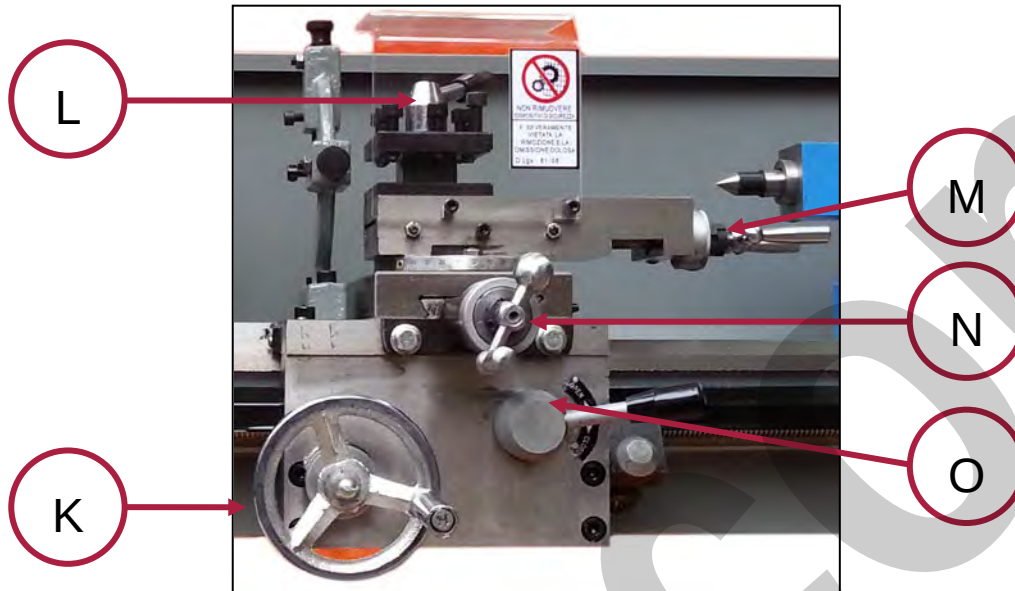

Figura 19 – Leve e volantini del carrello elevatore e della slitta porta utensile.
Sul carrello porta utensile vi sono cinque comandi manuali (leve e volantini) che ne consentono la regolazione fine e l'avanzamento (vedere la Figura 19).
5. Inserire l'utensile sulla torretta del carrello porta utensile, e fissarlo con l'apposita leva di bloccaggio (rif. L in Figura 19).
6. Regolare la posizione del carrello e delle slitte porta utensile, utilizzando le leve ed i volantini appositi (vedere rif. K, M, N, O Figura 19).
11. Eseguire la lavorazione sul pezzo, avvicinando l'utensile al pezzo stesso, in rotazione, utilizzando esclusivamente i volantini che regolano il movimento fine delle slitte porta utensile (rif. M / N in Figura 19). Utilizzare, eventualmente, i comandi per gli avanzamenti automatici del carrello, per le operazioni di filettatura (vedere il paragrafo 10.1 seguente).